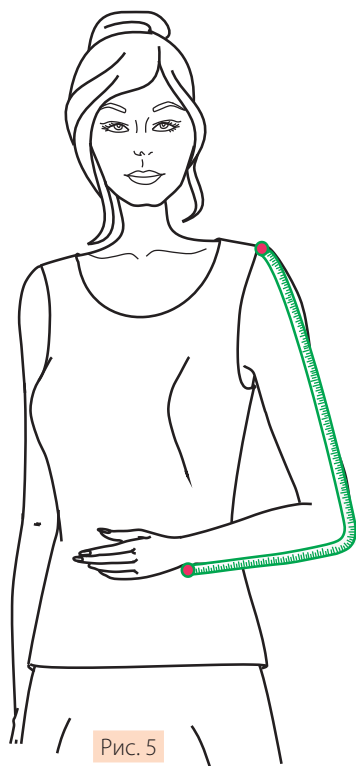

Рис. 5
- 2) длина руки (рис. 5);
При снятии мерки длины рука должна быть согнута под углом  $45^\circ$  (рис. 5).